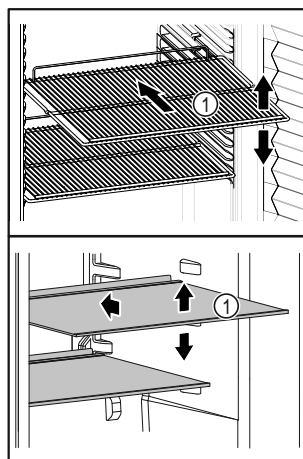

Fig. 67 Représentation à titre d'exemple
- ❑ Si les surfaces de rangement Fig. 67 (1) sont mobiles, les régler en hauteur.